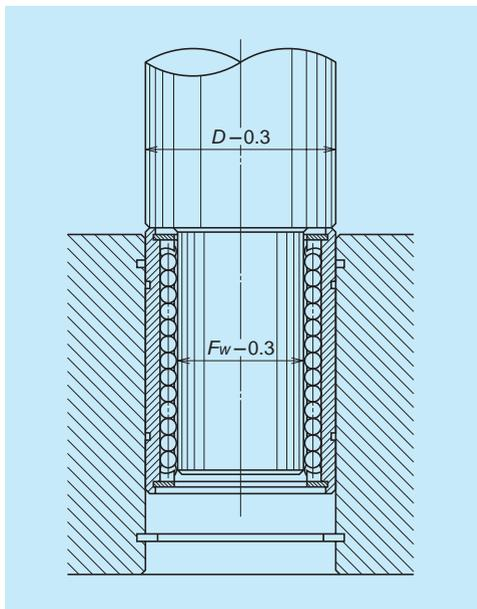

图 10 直线滚珠滑块的安装工具示例
① 关于壳体的内径，请根据表 2 (A370 页) 的推荐值。特别需要注意的是：当内径小或真圆度或圆筒度大的时候，由于整个轴承的收缩而导致产生过大的预紧，从而引发意外事故。
② 安装轴承时，请用图 10 所示的工具推入或使用垫铁轻轻地敲进去。